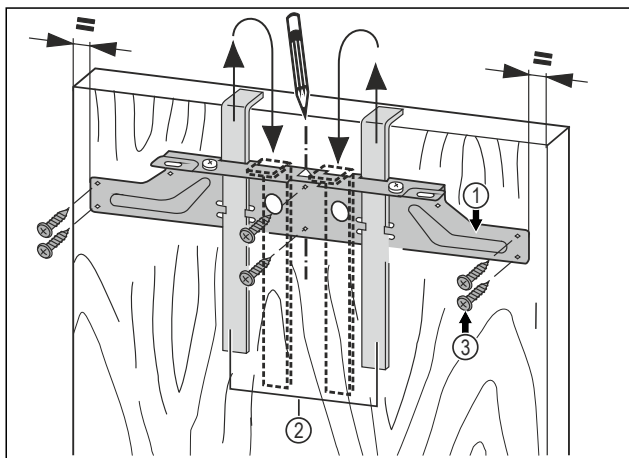

Fig. 21
- ▶ Upevňovací příčník Fig. 21 (1) zavěste pomocí montážních pomůcek Fig. 21 (2) na vnitřní stranu nábytkových dvířek.
- ▶ Upevňovací příčník Fig. 21 (1) vyrovnejte středově vůči dvířkům.
- ▶ Upevňovací příčník Fig. 21 (1) přišroubujte minimálně 6 šrouby Fig. 21 (3).
- ▶ Upevňovací příčník Fig. 21 (1) přišroubujte 4 šrouby Fig. 21 (3) na okraji.
- ▶ Montážní pomůcky Fig. 21 (2) vytáhněte směrem nahoru a zasuňte je obráceně do sousedních upínacích otvorů.